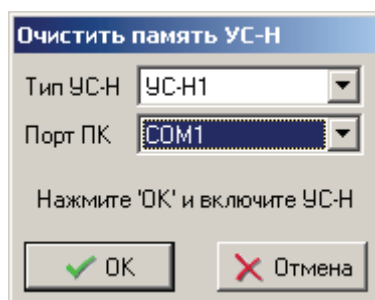

Рисунок 3.47
3.3.3.6 Строка **Очистить память считывающего устройства** служит для удаления архивов прибора (ов) из памяти УС-Н перед записью в его память новых архивов и для вызова всплывающего окна **Очистить память УС-Н** (см. рисунок 3.47).